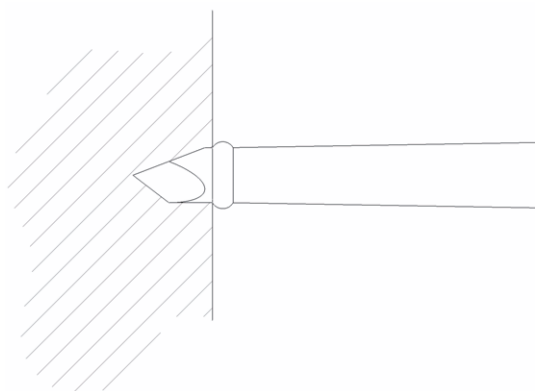

Fig. 1 Lesina inserita completamente
- Non inserire mai la lesina oltre il bordo in rilievo, vedere Fig. 1.